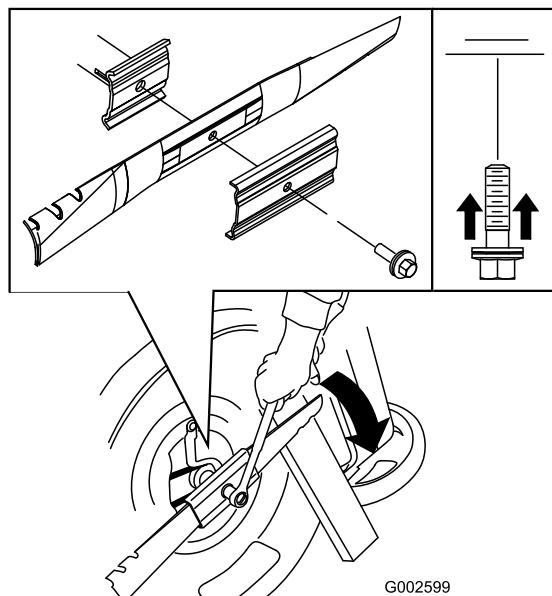

Figure 33
- Immobilisez la lame avec un morceau de bois (Figure 33).
- Déposez la lame mais ne jetez pas les fixations (Figure 33).
- Montez la nouvelle lame et toutes les fixations (Figure 33).